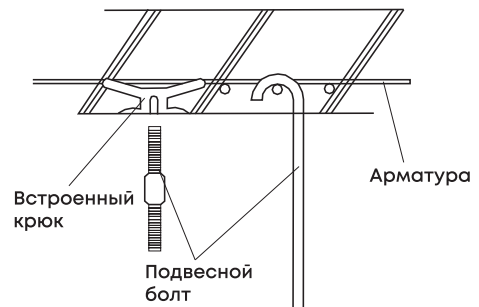

Рис. 40.
- Закрепите подвесные болты к основанию, как показано на рис. 40.